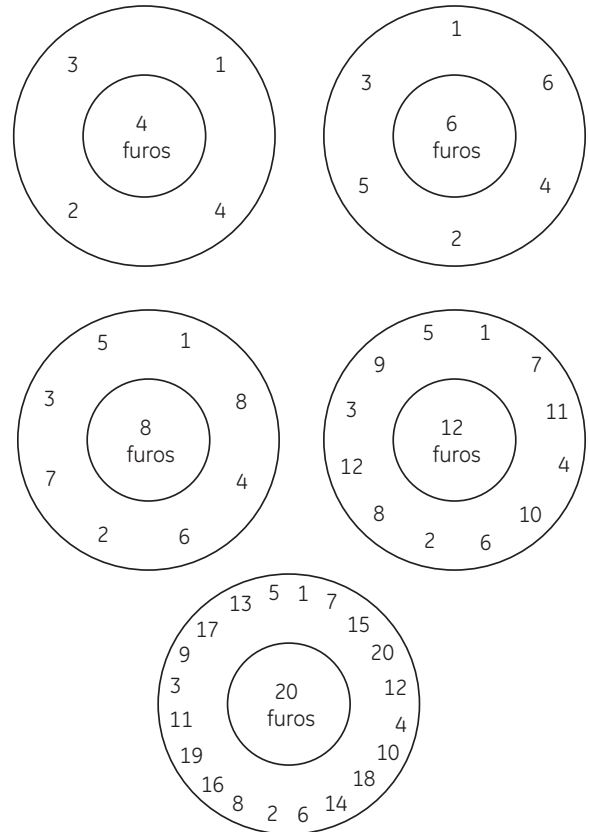

Figura 50: Padrões de aperto do parafuso
18. Dê torque com os valores encontrados na Tabela 12 usando os padrões de torque na Figura 50 e Tabela 13.